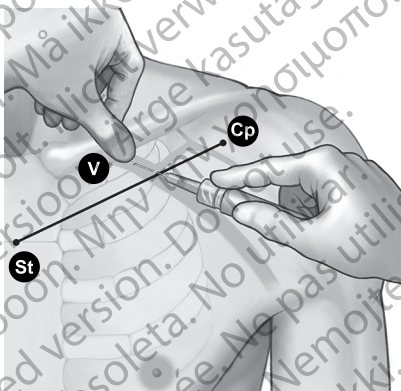

Figure 5. Emplacement du pouce et point d'entrée de l'aiguille
4. Appuyer le pouce contre l'index et déborder de 1 à 2 centimètres sous la clavicle pour protéger le muscle sous-clavier de l'aiguille (en cas d'hypertrophie manifeste du muscle pectoral, le pouce doit se projeter à environ 2 centimètres au-dessous de la clavicle car le muscle sous-clavier est sûrement lui aussi hypertrophié) (Figure 5)